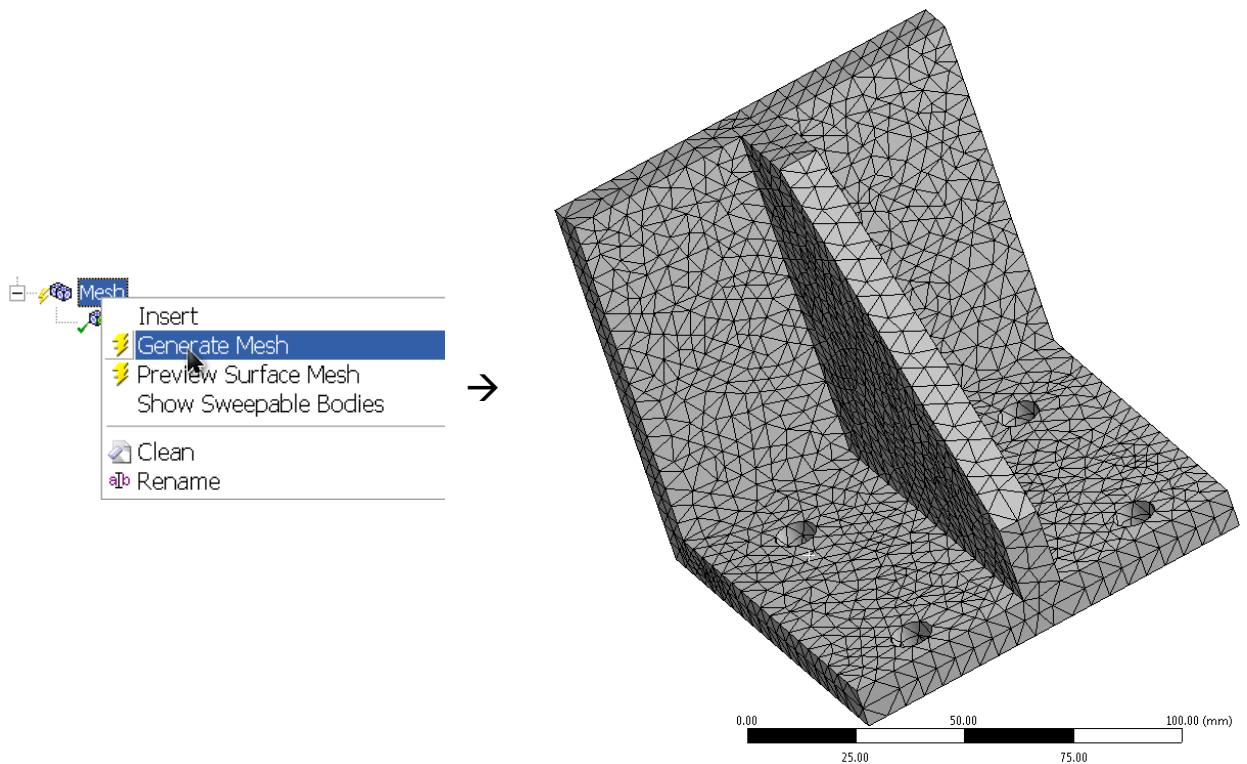

Рисунок 5.6 – Создание нерегулярной сетки КЭ
- 6) Нажать **правой** клавишей мыши по пункту «Mesh» («сетка») и выбрать команду «Generate Mesh» («Создать сетку»), рисунок 5.6: